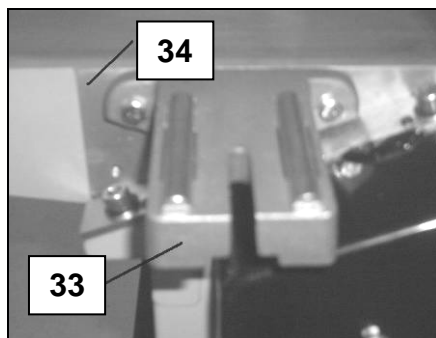

Fig 26
- Dévissez le support de guide (33) de la table d'entrée (34) avec la clé de 10mm (Fig 26).